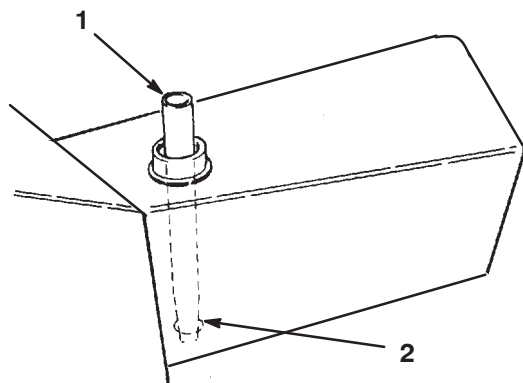

Figure 50
2. Si seul le filtre à besoin d'être changé, retirez le bouchon du réservoir et insérez l'obturateur du réservoir (Fig. 50) pour boucher l'ouverture. Cela maintiendra la plus grande partie du liquide dans le réservoir lorsque le filtre sera déposé.